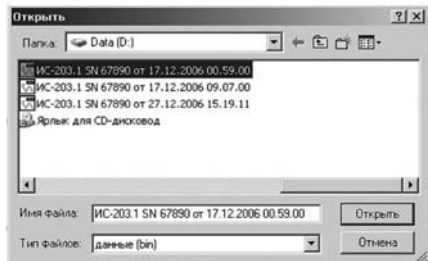

Рис.13
8.2 В окне располагаются 2 кнопки. Кнопка "Открыть файл", открывает файл с расширением \*.bin и строит график на основе данных файла. При ее нажатии появляется диалог (рис.13), где пользователь выбирает необходимый ему файл для просмотра, нажимает на "Открыть", после чего и осуществляется построение графика.
## 8.4 Работа с графиком (рис.13)